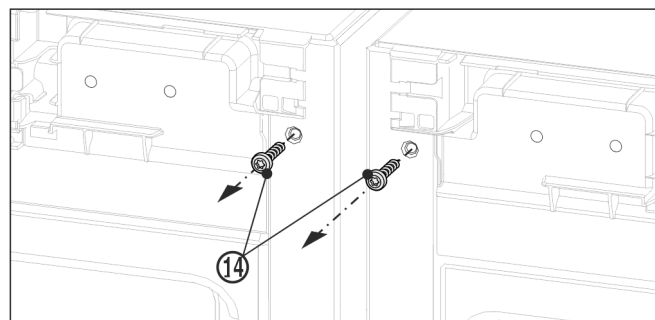

Fig. 11
- Keerake enne ülemise nurgiku montaaži mõlemad maanduspoldid Fig. 11 (14) välja.